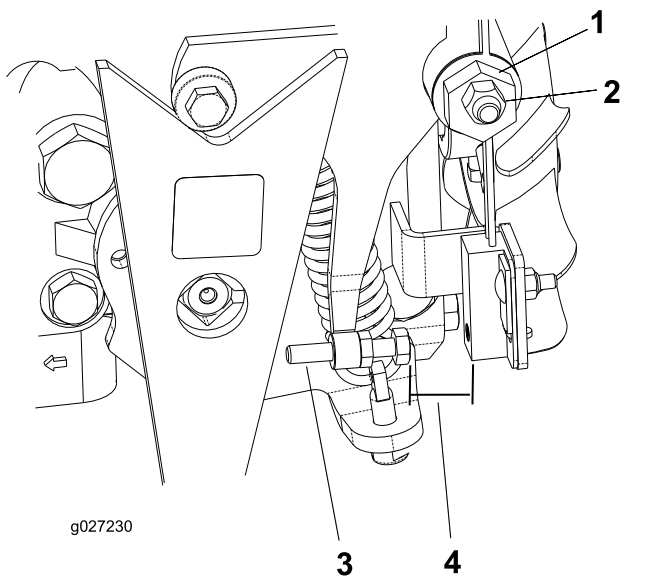

图34
4. 拧松牵引调节凸轮上的锁紧螺母 图34。
- 启动发动机并朝两个方向旋转凸轮六角螺栓图34以确定中档范围的中点。
- 调节螺丝直至气隙为 0.82.3mm 请参阅图34。